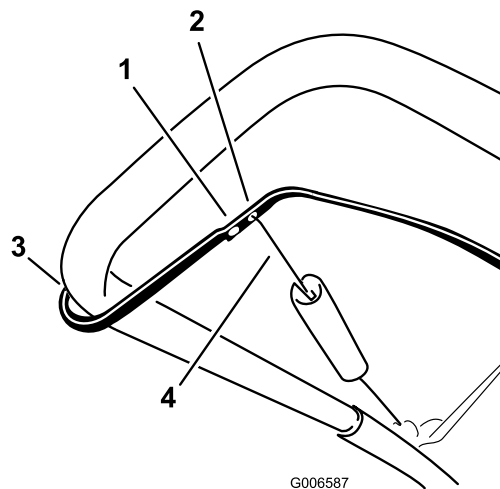

Figure 27
**Remarque:** La courroie d'entraînement s'use et se détend avec le temps. Si la courroie glisse (grincements continus) quand elle est soumise à une lourde charge, décrochez le ressort de la bielle de réglage et placez l'extrémité supérieure du ressort dans le trou le plus éloigné du point de pivot dans la barre de commande (Figure 27). Accrochez ensuite le ressort à la bielle de réglage et ajustez le câble de commande.